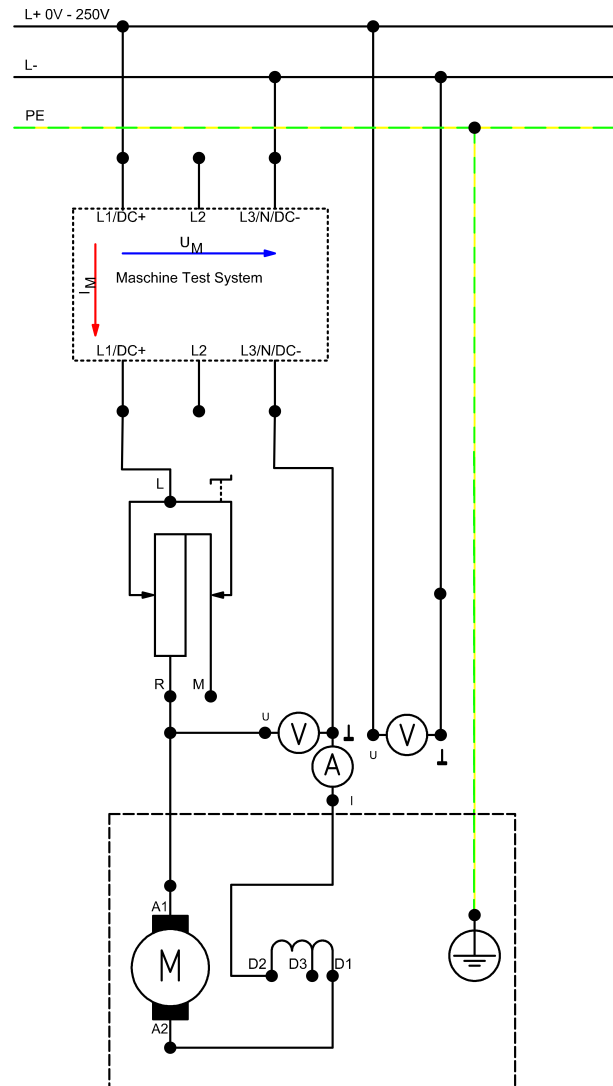

Abbildung 9: Schaltplan Gleichstromreihenschlussmotor
- Bauen Sie die Schaltung nach Schaltplan (Abbildung 9) auf!
- Nutzen Sie weiter die Schaltung aus Abschnitt 6.2.1 (Abbildung 9)!